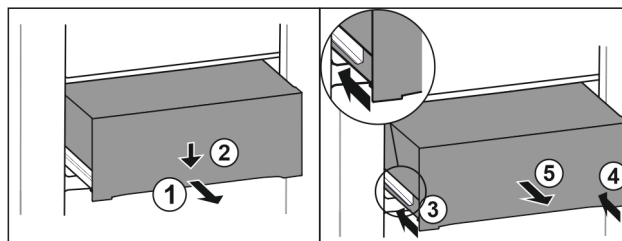

Fig. 131
- Zásuvku napůl vytáhněte. Fig. 131 (1)
- Stlačte zásuvku na přední straně dolů. Fig. 131 (2)
- Zasuňte levou kolejničku přibližně do 2 cm. Fig. 131 (3)
- Zasuňte pravou kolejničku přibližně do 2 cm. Fig. 131 (4)
- Vyjměte zásuvku dopředu. Fig. 131 (5)